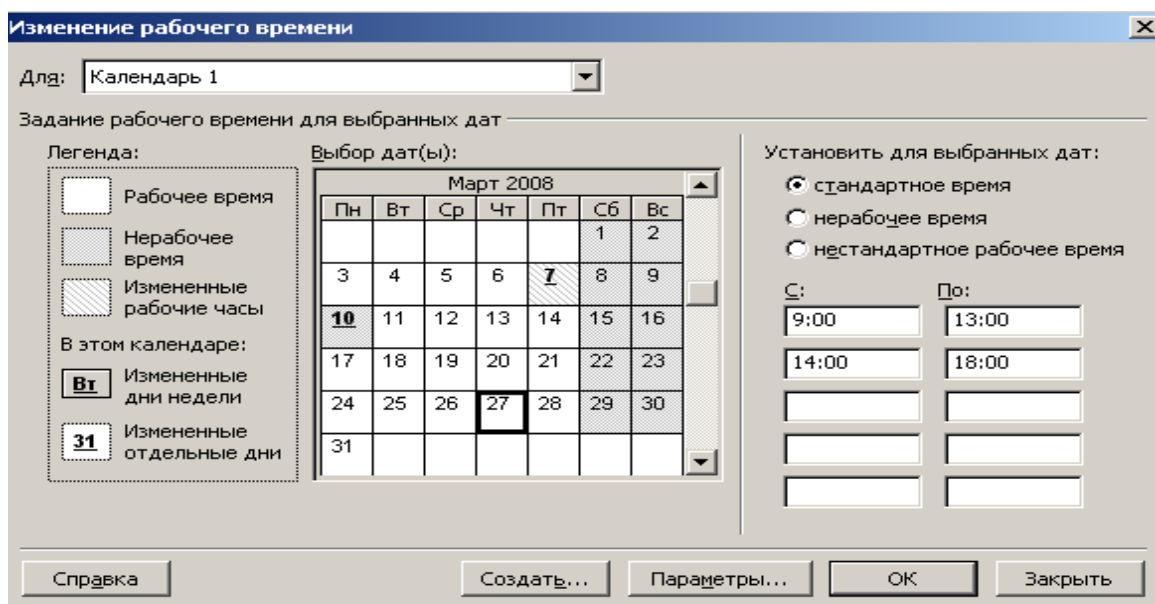

Рис. 7. Диалог (Изменение рабочего времени) с измененным календарем
- Щелкните мышью за пределами ячейки **7**, чтобы снять выделение. Указанная ячейка будет выделена наклонной штриховкой, характеризующей сокращенный рабочий день (рис. 7).